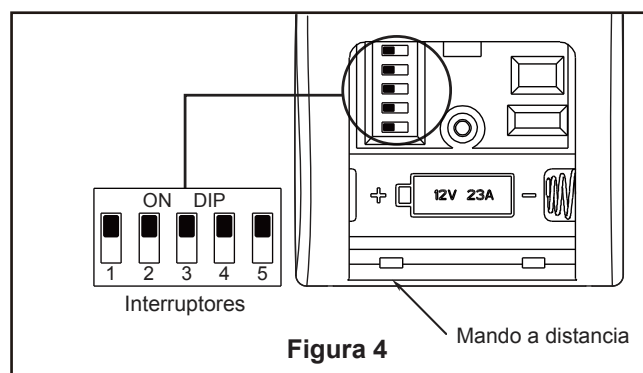

Figura 4
3. Conecte los conductores verdes de la abrazadera para colgar, bola para colgar y conductor verde del suministro (puesta a tierra) con el conector de cables. Conecte el conductor negro de la unidad receptora marcado "AC IN L" al conductor negro de alimentación con el conector de cables. Conecte el conductor blanco de la unidad receptora marcado "AC IN N" al conductor blanco de alimentación con el conector de cables. Conecte el conductor blanco de la unidad receptora marcado "TO MOTOR N" al conductor blanco del ventilador con el conector de cables incluido con la unidad receptora. Conecte el conductor negro de la unidad receptora marcado "TO MOTOR L" al conductor negro del ventilador con el conector de cables que se adjunta con la unidad receptora. Finalmente, conecte el conductor azul de la unidad receptora al conductor azul de la iluminación del ventilador con el conector de cables que se adjunta con la unidad receptora. (Figura 4)
4. Para configurar el código del mando a distancia a las mismas posiciones que en el receptor. Mueva los interruptores de código hasta colocar el código de selección en la posición arriba o abajo. Con un destornillador pequeño o con una lapicera (no se incluye) deslice firmemente hacia arriba o hacia abajo. (Figura 4)